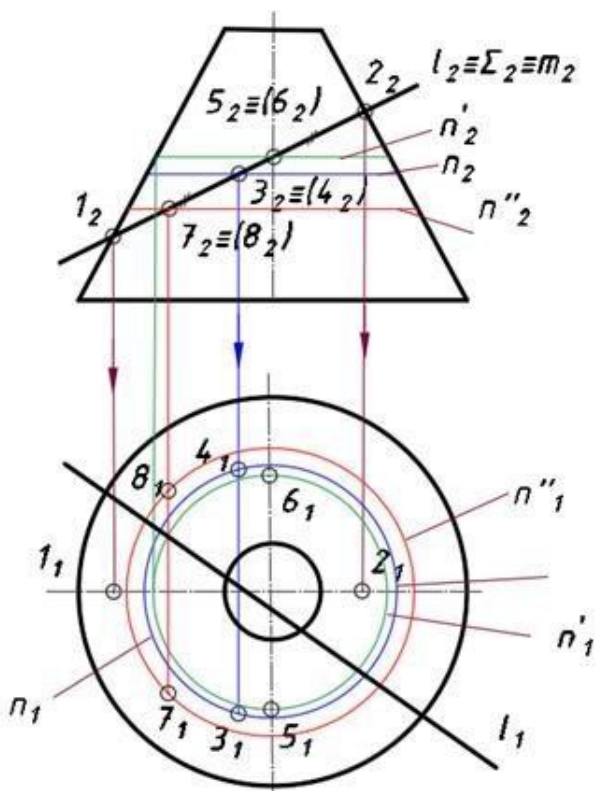

Рис. 11. Определение промежуточных точек линии пересечения.
5. Построение развертки призмы (рисунок 11).